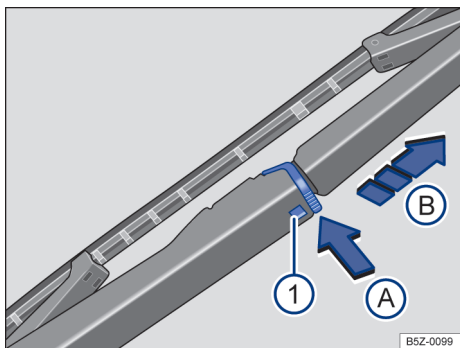

Fig. 117 Substituir a palheta do limpador do vidro traseiro.
- Manter o botão de destravamento → Fig. 117 ❶ pressionado.
- Pressionar a trava da palheta do limpador do vidro traseiro → Fig. 117, no sentido da seta (A).
- Puxar a palheta do limpador do vidro traseiro → Fig. 117, no sentido da seta (B).
- Introduzir a nova palheta do limpador do vidro traseiro **de mesmo tamanho e modelo** no braço do limpador do vidro traseiro no sentido contrário da seta → Fig. 117 (B) até que ela se trave.